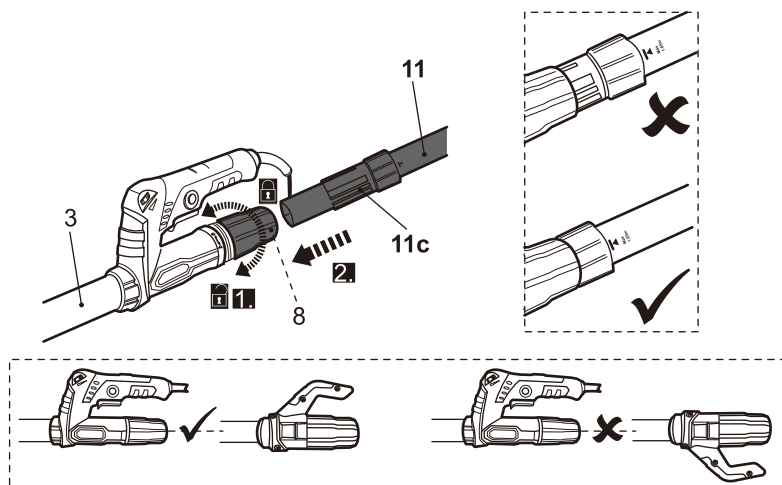

Fig. 3
- > Desserrez le manchon situé sur l'embout d'évacuation de la poussière (8) du tube supérieur (3). Ne retirez pas le manchon de l'embout (Fig. 3, étape 1).
- > Alignez la poignée arrière (11a) avec la poignée principale (5) et, dans un mouvement de rotation, introduisez le manchon (11c) du tube d'extension (11) dans l'embout d'évacuation (8) jusqu'en butée (Fig. 3, étape 2).